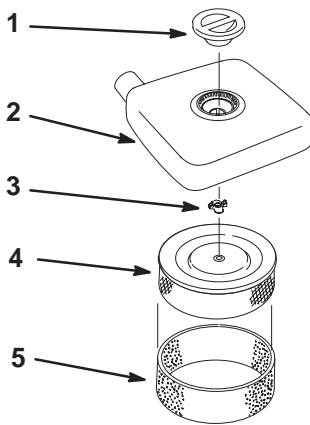

Figure 33
2. Nettoyez la surface autour du filtre à air pour éviter que des impuretés ne s'introduisent dans le moteur et l'endommagent. Dévissez le bouton et déposez le couvercle du filtre à air (Fig. 33).
3. Glissez délicatement l'élément en mousse hors de l'élément en papier (Fig. 33).
4. Dévissez l'écrou du couvercle et retirez l'élément en papier (Fig. 33).
1. Glissez délicatement l'élément en mousse sur l'élément en papier (Fig. 33).
2. Posez l'ensemble filtre à air sur sa base (Fig. 33).
3. Reposez le couvercle du filtre à air et fixez-le en place avec l'écrou (Fig. 33).